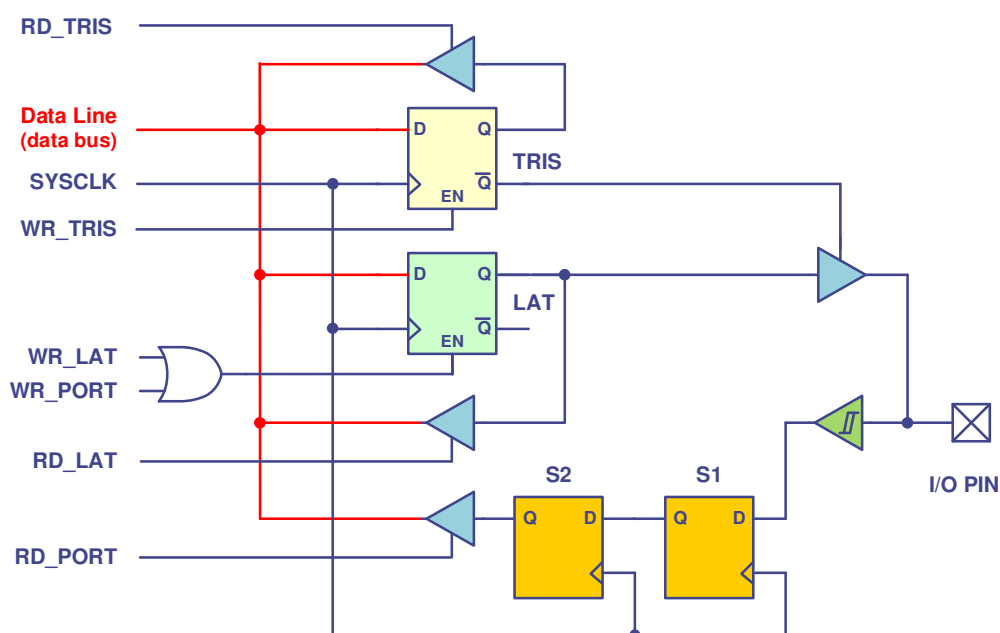

Figura 1. Diagrama de blocos simplificado de um porto de I/O no PIC32.
A Figura 1 apresenta o diagrama de blocos de um porto de I/O de 1 bit no PIC32. Nesse esquema, para além dos registos **TRIS** e **LAT**, destacam-se ainda os dois flip-flops **S1** e **S2** presentes no caminho do porto para efeitos de leitura. Esses *flip-flops*, em conjunto, formam um circuito sincronizador que visa resolver os possíveis problemas causados por meta-estabilidade decorrentes do facto de o sinal externo ser assíncrono relativamente ao *clock* do CPU. Estes dois *flip-flops* impõem um atraso de, até, dois ciclos de relógio na propagação do sinal externo até ao barramento de dados do CPU ("data line").
- A escrita num porto configurado como entrada não tem qualquer consequência. O valor é escrito no *flip-flop* LAT associado ao porto mas não fica disponível no exterior uma vez que é barrado pela porta *tri-state* que se encontra na saída e que está em alta impedância (ver Figura 1).